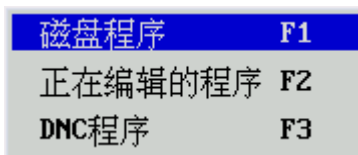

图 6.1.1 选择运行程序
在程序运行子菜单（图 6.0.1）下按 **F1** 键，将弹出如图 6.1.1 所示的“选择运行程序”子菜单（按 **Esc** 键可取消该菜单）。
- (1) 在“选择程序”菜单(图 6.1.1)中，用▲、▼选中“磁盘程序”选项（或直接按快捷键 F1, 下同）；
- (1) 在“选择运行程序”菜单(图 6.1.1)中，用 **▲**、**▼** 选中“正在编辑的程序”选项；
- (1) 在“选择加工程序”菜单(图 6.1.1)中，用▲、▼选中“DNC 程序”选项；
- (2) 按 **Enter** 键，系统命令行提示“正在和发送串口数据的计算机联络”；
- (3) 在上位计算机上执行 DNC 程序，弹出 DNC 程序主菜单；
- (4) 按 ALT+C，在“设置”子菜单下设置好传输参数；